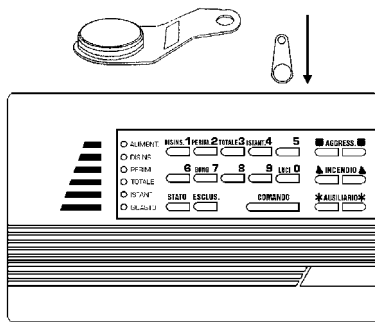

Figura 3 - Inserire la Chiave/Memoria nella fessura
2. Inserire la "Chiave/Memoria" nell'apposita fessura (vedi Figura 3). Lasciare la chiave nella fessura fino a quando l'Unità centrale annuncia "*Sistema disinserito*". Se si fossero verificati degli allarmi, l'Unità centrale annuncia il numero del sensore che ha generato l'allarme.